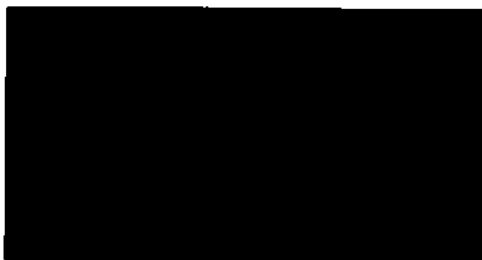

Рисунок 43. Варианты настроек камеры, доступные по умолчанию при запуске
2. Выделить пиктограмму **Варианты настроек камеры, доступные по умолчанию при запуске (Set Default Startup Camera setup)** (рисунок 43) и нажать кнопку **Выбрать (Select)** для ее выбора. Появится экран, демонстрирующий доступные варианты выбора настроек.